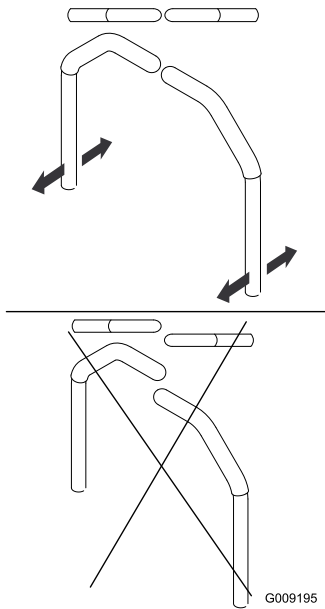

Figura 80
4. Ajuste la posición delante/detrás de las palancas acercándolas a la posición de PUNTO MUERTO y deslizándolas hasta que queden alineadas, y luego apriete los pernos (Figura 80).